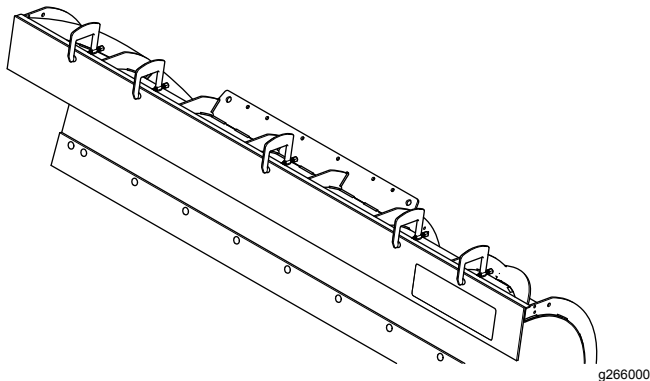

Figura 1
- Fije la banda con abrazaderas al borde superior de la pala del quitanieves (Figura 1).